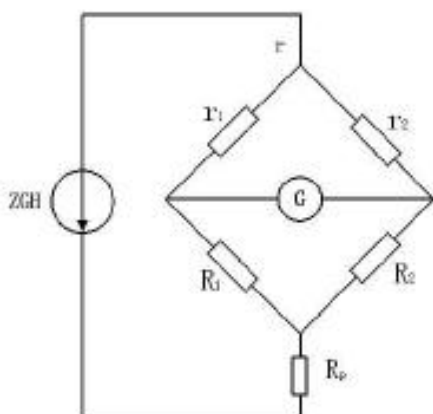

图 4 电桥法原理图
- 在远端通过 C 型夹专用短路线，短路 NY 两端。 L_1 段电缆线芯电阻为 R_1 ， L_2 段电缆及 A 相电缆线芯的电阻为 R_2 。与定位电桥构成 Murray 电桥回路。其电路原理如图 4。